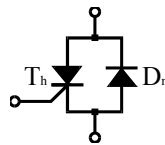

Fig.11.- Estructura de un conjunto diodo más tiristor.
- Dispositivo formado por un diodo y un tiristor en la misma cápsula o integrados en la misma pastilla. (Fig. 11).